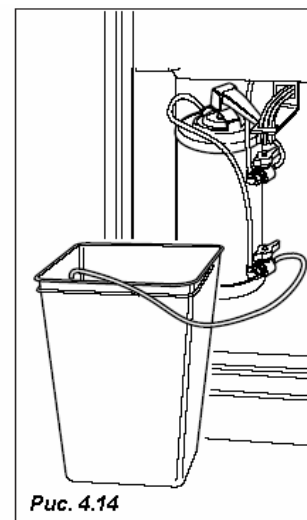

Рис. 4.14
- Дайте стечь воде, пока она не станет прозрачной (Рис. 4.14);